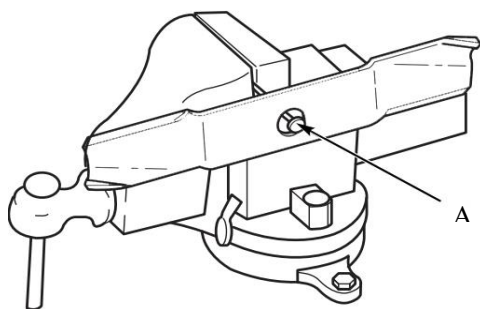

Рис. 14
6.11.2 См. рисунок 14. Закрепите нож газонокосилки с помощью гвоздя (А) в тисках и поверните его в горизонтальное положение.